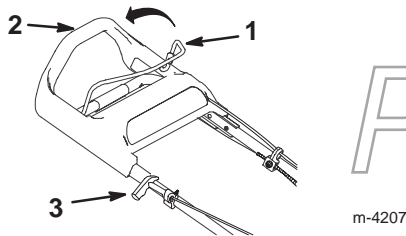

Figure 12
3. Serrez la barre de commande de la lame contre la poignée supérieure (Fig. 12).
4. Tirez lentement la poignée du lanceur jusqu'à ce que vous sentiez une résistance, puis tirez vigoureusement (Fig. 12). Laissez le lanceur se rétracter lentement jusqu'à la poignée.